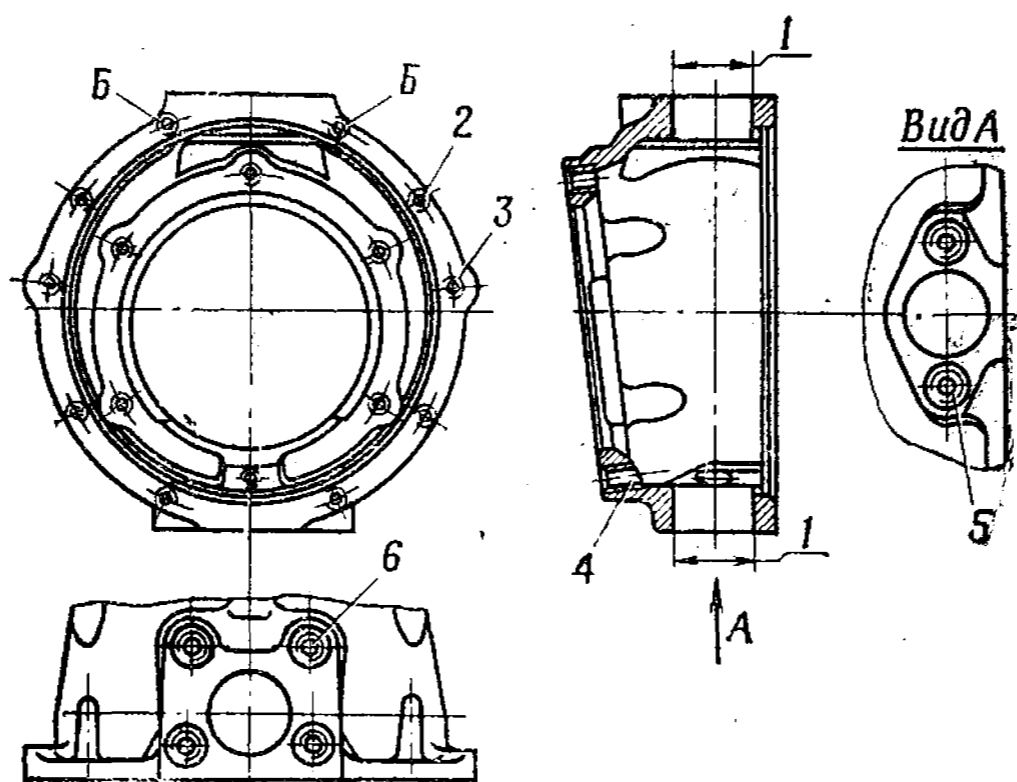

Рис. 129. Корпус поворотного кулака
5. Корпус поворотного кулака (рис. 129)